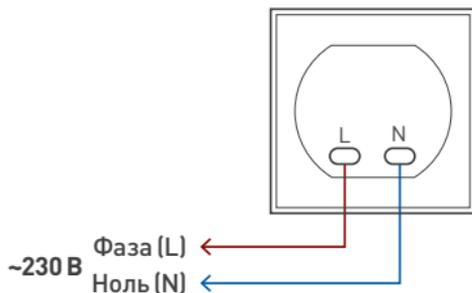

Рис. 1. Схема подключения
- 3.5. Подключите провода сетевого питания AC 230 В к контактам розетки в соответствии со схемой (рис. 1): L (фаза) — коричневый, N (нейтраль) — синий.